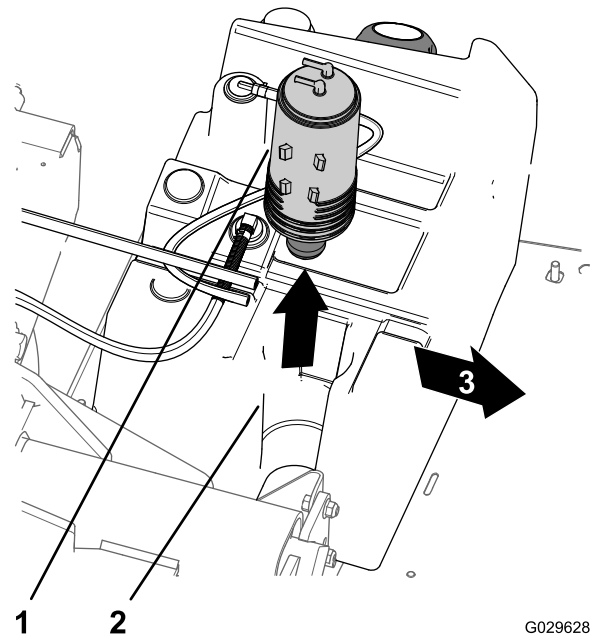

図 47
- 燃料タンクのマウントからカーボンキャニスタを取り出す 図 47。
- 新しいカーボンキャニスタを、燃料タンクのマウントに取り付ける二つのフィッティングPurgeと Fuel tankを後ろに向けて取り付ける 図 47。